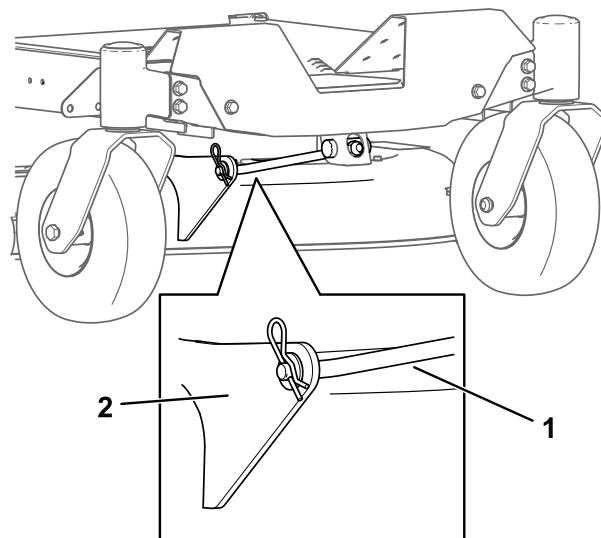

**Figure 73**
1. Tournez l'écrou de réglage à l'avant de la tondeuse (Figure 73).